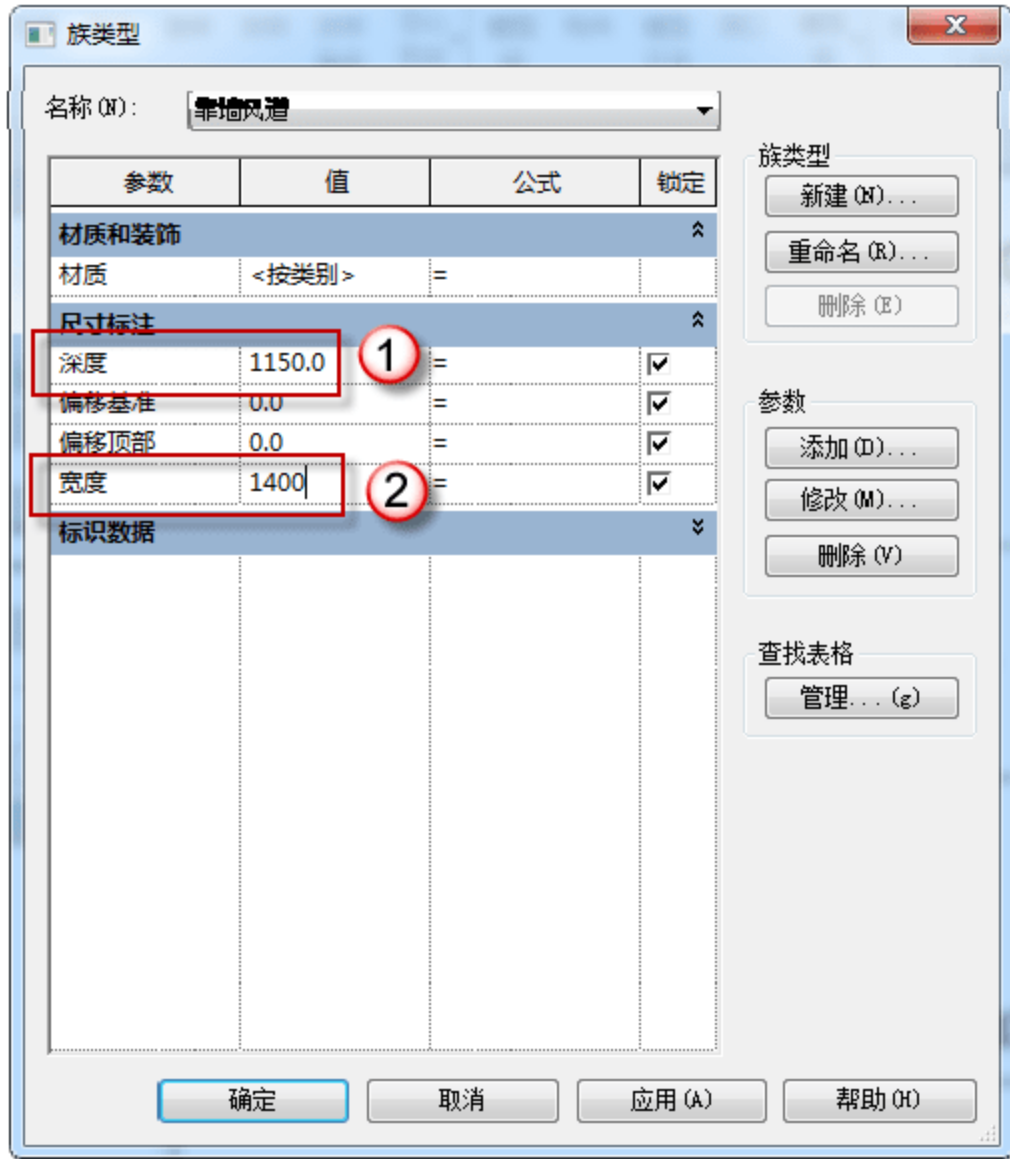

图 12.3.39 修改尺寸
(4) 修改尺寸。在“尺寸标注”的参数中，将“深度”参数改为“1150”，将“宽度”参数改为“1400”，如图 12.3.39 所示。